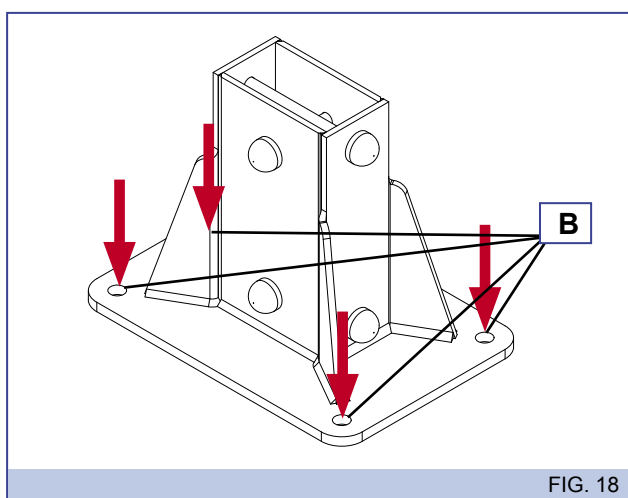

FIG. 18
2. Fissare i piedini a terra con i tasselli nei fori (B-Fig.18).